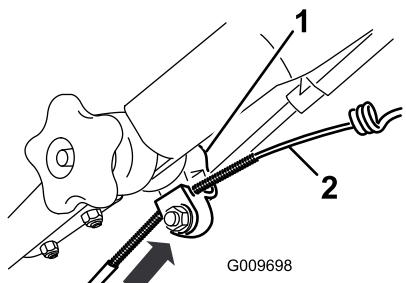

**Рисунок 43**
3. Сдвигайте оболочку тросика в направлении вниз до полного выбора слабины открытой части тросика (Рисунок 43).